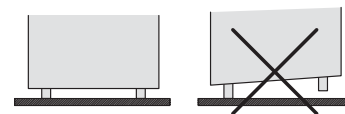

Bild 5.
- Granska att maskinen står rakt (se bild 5). Justera vid behov med de justerbara fötterna.